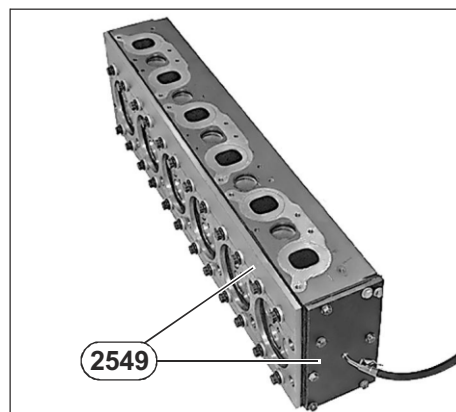

Рис. 63. Проверка головки цилиндров на герметичность.
2. Проконтролировать герметичность головки блока цилиндров перед установкой. Присоединить приспособление **2549** с давлением воздуха в 6 бар, погрузить головку в горячую воду ( $80^{\circ}\text{C}$ ) и убедиться в отсутствии пузырьков (см. **Рис. 63**).